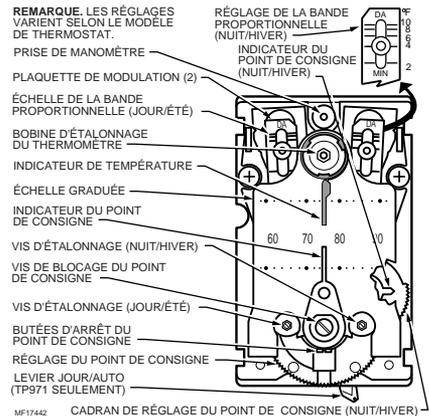

Fig. 8. Boutons de commande et indicateurs des TP971 et TP972, vu du devant sans couvercle.
1. Retirer le couvercle et installer un manomètre de 0 à 30 psi (0 à 210 kPa) dans la prise de manomètre (Fig. 8).
1. Dévisser la vis de blocage du point de consigne (Fig. 8).
2. Insérer le manomètre dans la prise de manomètre en utilisant l'adaptateur de manomètre (Fig. 8). Si les résultats des étapes 3 et 5 sont inexacts, passer à la section Étalonnage de l'inversion.
2. Augmenter tranquillement le réglage du point de consigne (Fig. 8).
2. Réduire tranquillement le réglage du point de consigne (Fig. 8).
3. Avec une pression d'air de jour à la canalisation principale de 13 psi (90 kPa), faire tourner la vis d'étalonnage de jour (à gauche) (Fig. 8) jusqu'à ce que le manomètre indique 0 psi (0 kPa).
3. Avec une pression d'air (ÉTÉ) à la canalisation principale de 13 psi (90 kPa), faire tourner la vis d'étalonnage de gauche (ÉTÉ) (Fig. 8) jusqu'à ce que le manomètre indique 0 psi (0 kPa).
REMARQUE : Si le thermostat comporte un deuxième cadran de réglage du point de consigne (Fig. 8), il faut qu'il soit réglé à la température indiquée avant qu'on ne retourne aux étapes 3 et 4.